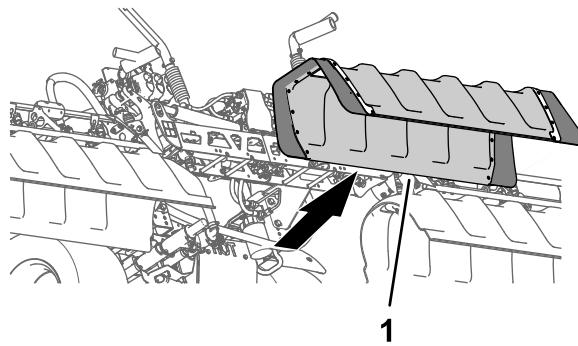

Figura 26
- Remova a cobertura da secção central da máquina (Figura 26).